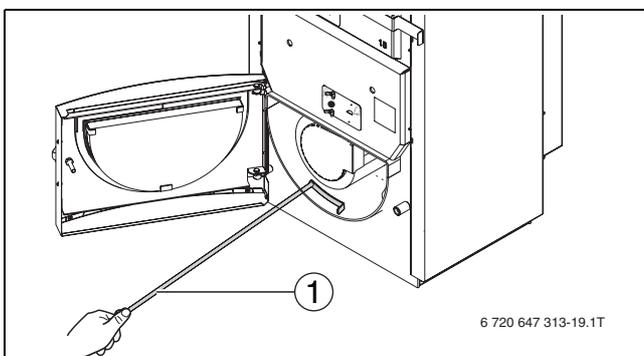

Fig. 24 Rimozione dei residui di combustione dalla camera di combustione
- ▶ Introdurre nella camera di combustione il raschietto per la pulizia da sinistra, vicino alla camera del bruciatore (→ fig. 24, [1]).